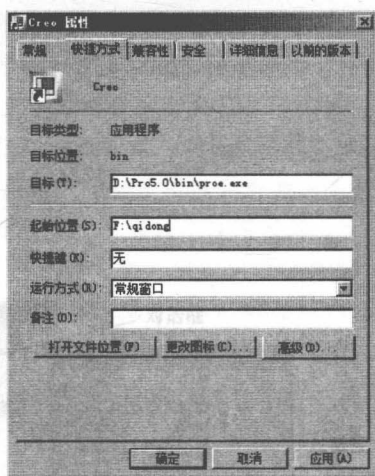

图 1-18 设置启动文件夹
(3) 弹出【Creo 属性】对话框，在【起始位置】文本框中输入起始文件夹的路径，如“F:\qidong”，单击 **确定** 按钮完成设置，如图 1-18 所示。
【说明】单击“下一步”按钮，将“安装”复选框选中，如图 1-18 所示。